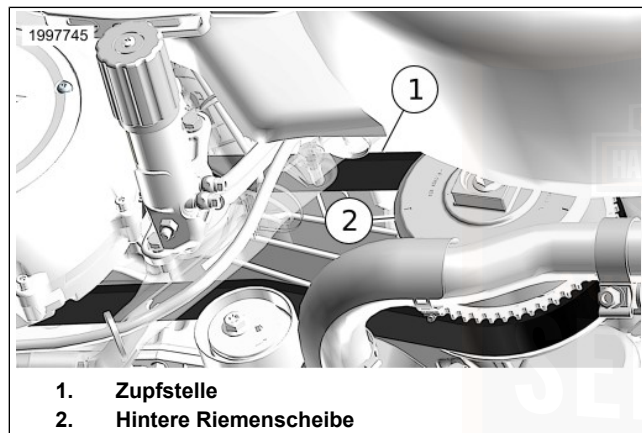

Abbildung 129. Riemenzug
- d. Siehe Abbildung 129. Mit dem Finger oder Daumen an der Außenseite des oberen Riemens in der Nähe der Zupfstelle (1) zupfen.
3. Das hintere Zahnrad (2) um 90 Grad drehen und den Vorgang für insgesamt 4 Messungen wiederholen.